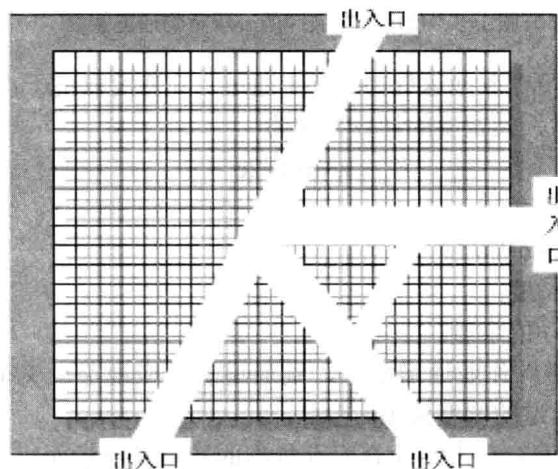

图 1-7 通道倾斜式布局
2) 通道倾斜式布局（见图 1-7）是指仓库的通道斜穿保管区，把仓库划分为具有不同作业特点的区域，如大量储存和少量储存的保管区等，以便进行综合利用。在这种布局形式下，仓库内形式复杂，货位和进出库路径较多。